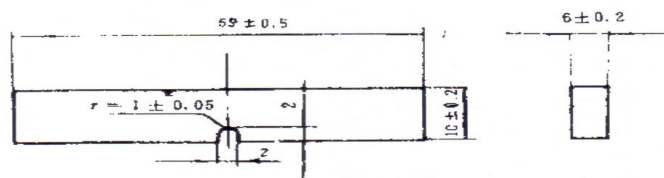

图2 试样尺寸
1、试样应在产品中部垂直摩擦方向取样。试样长度为 $80.0 \pm 2\text{mm}$ ，宽度 $10.0 \pm 0.5\text{mm}$ ，厚度 $4.0 \pm 0.2\text{mm}$ ，试样宽度方向的面为产品受压面。每次试验用 5 根试样，如图 2 所示。